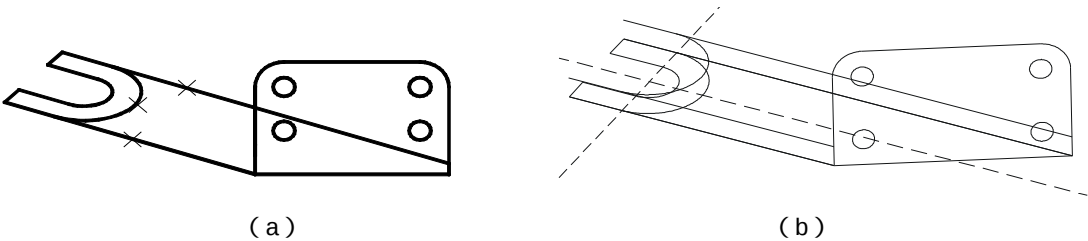

图 6-3-7
STEP 02 使用 VIEW 命令设置视图，再使用 COPY 命令复制如图 6-3-7 (a) 中所示的两段直线和一段圆弧，复制相对距离为 (@0,15)，如图 6-3-7 (b) 所示。其具体操作如下：
选择对象：选择如图 6-3-7 (a) 所示三条线
指定基点或位移，或者 [重复(M)]：点取 A 点，如图 6-3-7 (a) 所示 // 选择复制的基点